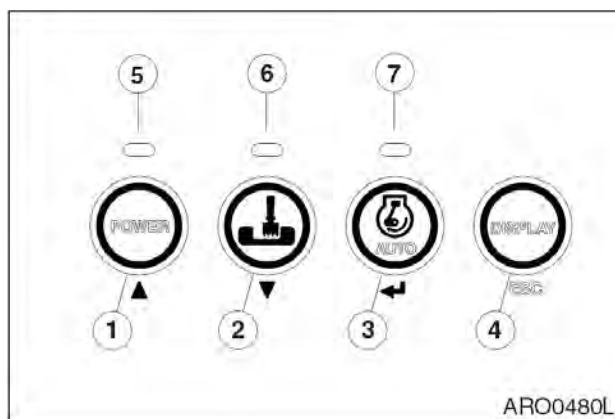

Рис. 46
1. Когда переключатель стартера установлен во включенное положение (ON), режим работы автоматически устанавливается в последнее заданное положение.
2. Следует выбрать надлежащий режим работы с помощью переключателей (2, рис. 46) до начала работы.
3. При нажатии переключателя режима работы (2, рис. 46) раздается звуковой сигнал. Переключение режима работы на режим выемки грунта (Digging Mode) или рытья траншей (Trenching Mode). При выборе режима рытья траншей загорится светодиодный индикатор (6, рис. 46). При выборе режима выемки грунта светодиодный индикатор (6, рис. 46) гаснет.
2. При включении стартера (ON) режим работы автоматически переключается в автоматический режим холостого хода (AUTO IDLE).
3. На активацию этой функции указывает горящий светодиод (7, рис. 46). Отключение этой функции осуществляется повторным нажатием кнопки выбора режима холостого хода (3, рис. 46). При этом светодиодный индикатор гаснет.